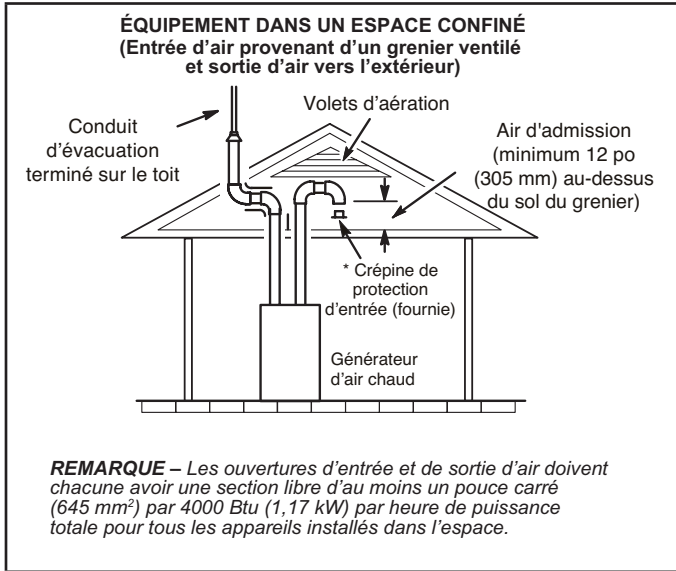
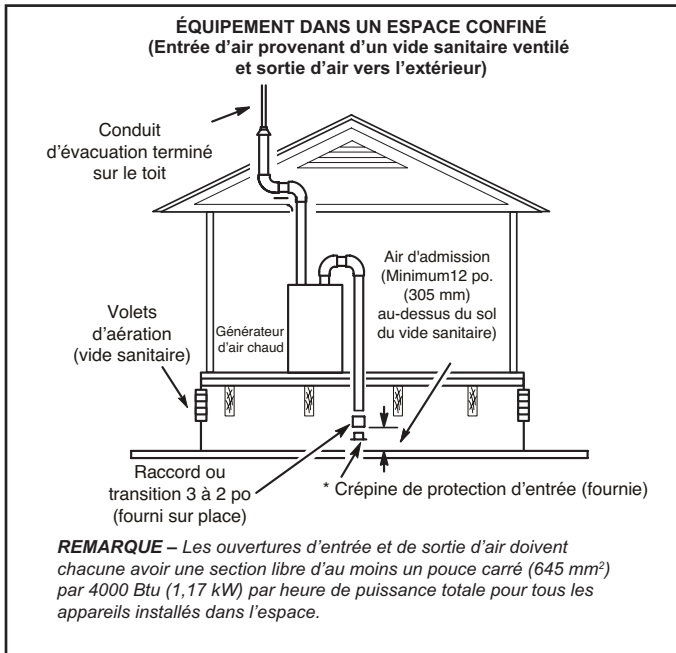

FIGURE 29
FIGURE 30
- 2 - Si l'air d'admission est aspiré d'un grenier ventilé (FIGURE 29) ou d'un vide sanitaire ventilé (FIGURE 30), la longueur de l'évacuation ne doit pas dépasser celle indiquée au TABLEAU 7. Si un tuyau de 3 po de diamètre est utilisé, le réduire à 2 po de diamètre pour pouvoir installer la crépine anti-résidus. Au besoin, fixer le conduit d'admission au connecteur au moyen d'une vis à tête.